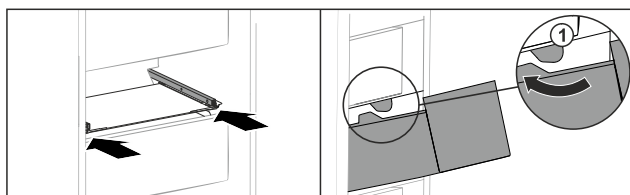

Fig. 208
- ▶ Обведите выдвижной ящик вокруг стопора Fig. 208 (1).